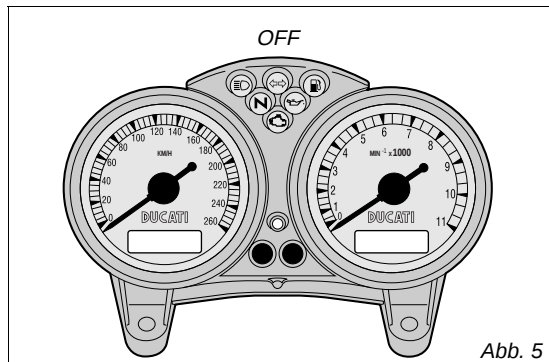
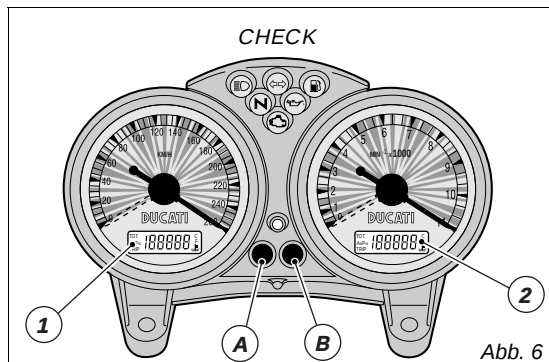

Abb. 5
Abb. 6
Auf das Einschalten (Zündschlüssel von **OFF** auf **ON** oder **Key-ON**) führt das Cockpit einen Check aller seiner Instrumente durch: Zeiger, Display und Kontrollleuchten (Abb. 5 und Abb. 6).
Auf das Drücken der Taste (A, Abb. 6), bei einem auf **ON** stehenden Zündschlüssel, kommt es zu einer abwechselnden Anzeige des Tages- und des Kilometerzählers.
Befindet er sich in der Funktion **TRIP** (Tageskilometerzähler) kommt es nach dem Drücken, 2 Sekunden lang, der Taste (A, Abb. 6) zum Rückstellen der Displayanzeige (LCD 1) auf Null.
Nach Drücken der Taste (B, Abb. 6), bei einem auf **ON** stehenden Zündschlüssel, werden die Uhrzeit und die Öltemperatur angezeigt.
Die Taste (B, Abb. 6) mindestens 2 Sekunden lang drücken.
Durch Drücken der Taste (A, Abb. 6) nun die Zeitangabe AM/PM einstellen.
der Stunden, die Taste (A, Abb. 6) drücken. Durch wiederholtes Drücken der Taste (A) wird die Stundenanzeige geändert. Für den Übergang auf die Einstellung der Minuten, die Taste (B) drücken. Die Taste (A) drücken und so den Durchlauf der Minutenangabe starten; indem man sie länger als 5 Sekunden lang niederdrückt, ändert sich die Minutenangabe schneller. Zum Verlassen des Einstellmodus die Taste (B) drücken.
Drückt man die Taste (B, Abb. 6) innerhalb von 5 Sekunden nach dem Umstellen des Zündschlüssels auf ON, kann man durch ein aufeinanderfolgendes Drücken dieser Taste die Helligkeit am Cockpit einstellen.